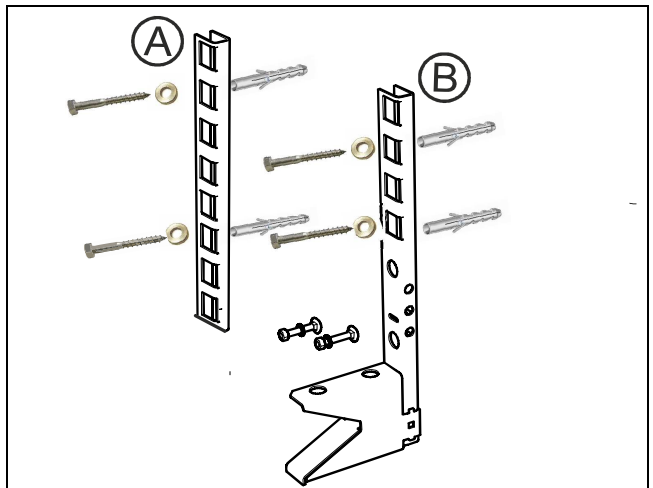

Abb. 5: Mitgelieferte Wandhalter und Zubehör Wand/ Boden Konsolen WKO18
**Typ A**, (siehe Abb.5) angebracht, die für reine Wandbefestigung ohne Bodenabstützung verwendet werden können.
Bei nicht ausreichend tragfähigem Mauerwerk oder Leichtbauwänden sind Wand/Bodenkonsolen **WKO 18 (Sonderzubehör B)** erforderlich. (siehe Abb.5)